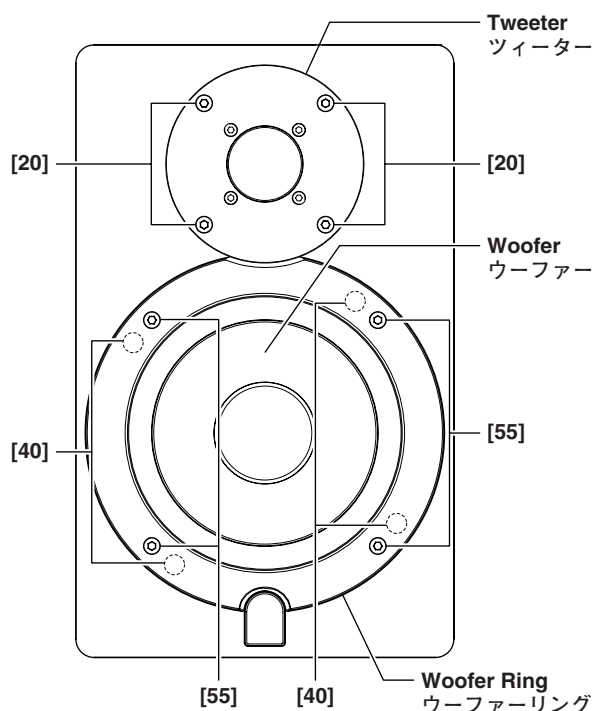

Fig. 1 (図 1)
- 1-1 Remove the four (4) screws marked [55]. The woofer ring can then be removed. (Fig. 1)
- 1-2 Remove the four (4) screws marked [40]. The woofer can then be removed. (Fig. 1)
Remove the four (4) screws marked [20]. The tweeter can then be removed. (Fig. 1)
- 1-1 [55]の六角孔付きボルトを4本外し、ウーファーリングを外します。(Fig. 1)
- 1-2 [40]のネジを4本外し、ウーファーを外します。(図 1)
[20]の六角孔付きボルトを4本外し、ツィーターを外します。(図 1)